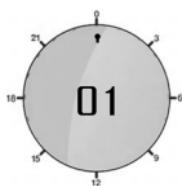

Рисунок 12. Индикация установленного комфорtnого режима обогрева и переход к выбору режима для следующего часа
Далее для подтверждения выбора комфорtnого режима обогрева в текущей индикации времени в центре дисплея терморегулятора, необходимо повторно нажать клавишу ▲ (10) для перехода в следующий час установки таймера. В результате на дисплее появится индикация, соответствующая выбранному часу включения комфорtnого режима обогрева и индикация выбора температуры для следующего часа (рис. 12).